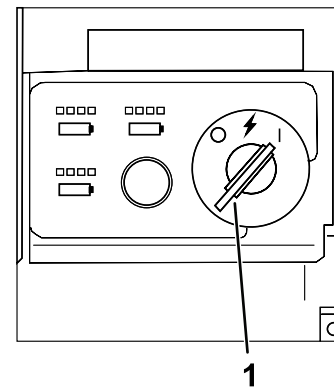

Figura 17
4. Rode a chave para a posição LIGAR para ligar a máquina (Figura 17).